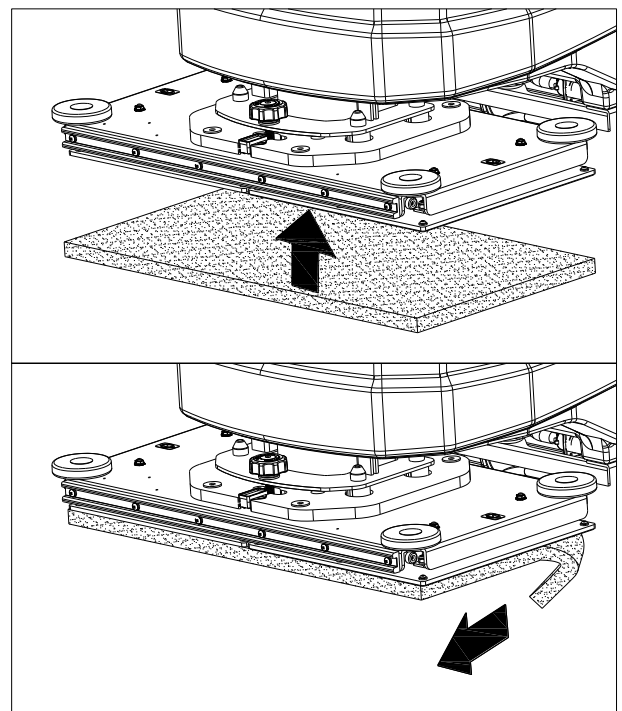

Figura 10
2. Utilizzare il metodo manuale per installare o rimuovere il felTRO come illustrato nella (Figura 10)